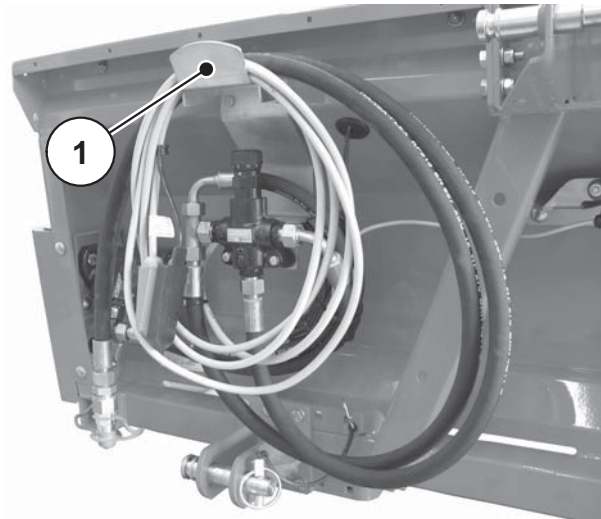

Figure 3.3 : Support pour câbles et flexibles
- Évitez l'encrassasse du circuit hydraulique. N'accrochez les raccords que dans les fixations prévues à cet effet (voir figure 3.3, page 16). Utilisez les cache-poussière. Nettoyez les raccords avant d'effectuer le couplage.
Support	Dépose des flexibles et du câble sur le châssis. Empêche que les flexibles et les câbles ne s'écrasent ou se plient. Voir figure 3.3 .